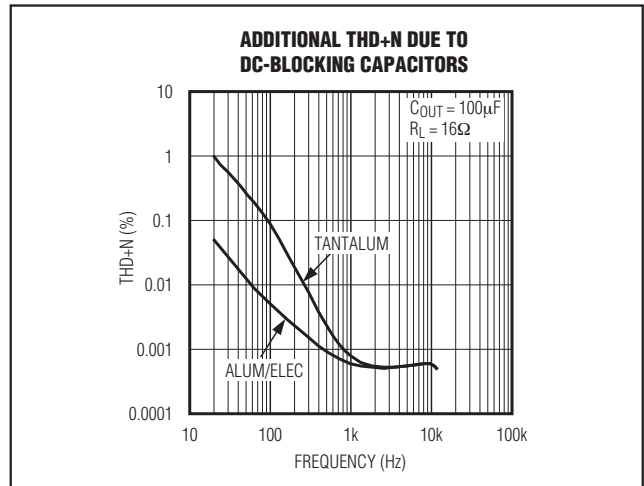

图3. 由隔直电容引起的失真
- 电容的电压系数，即电容两端电压变化引起的电容量变化，将使音频信号产生失真。在-3dB频率附近，这种影响最大，而且该电压系数表现为与频率相关的失真。图3给出了两种具有不同电介质的电容的THD+N。注意在-3dB频率附近，THD+N急剧增加。